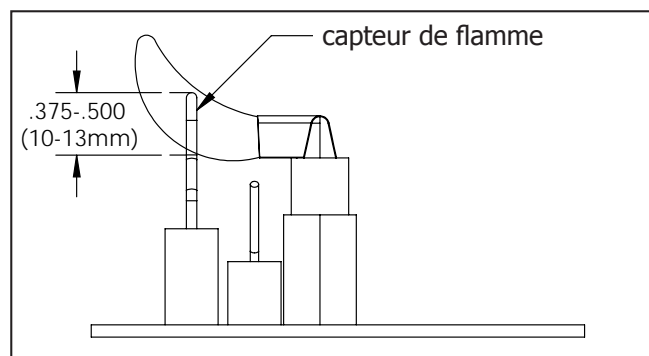

Figure 37: Flamme Pilote Propre
La réglage du veilleuse est mis au maximum à l'usine et ne devraient pas avoir besoin d'être ajusté. La veilleuse devrait envelopper 3/8" à 1/2" (10 à 13mm) de la sonde de flamme (voir Figure 37). Cependant, le cas échéant, suivez les étapes 1 à 2 ci-dessous.
1. La vis de réglage peut être atteint par l'avant de l'appareil à l'aide d'une tournevis avec une lame de 10 pouces de longueur (voir la Figure 37 pour l'emplacement sur la soupape).